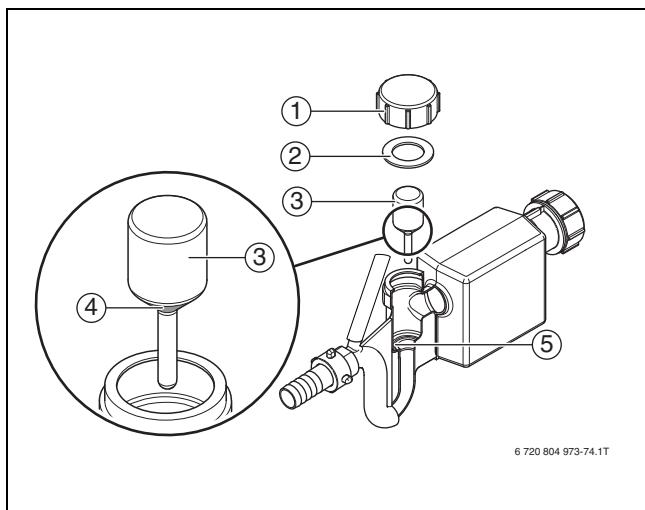
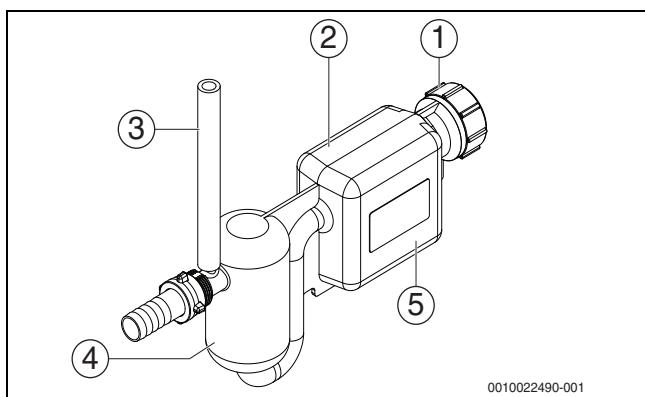
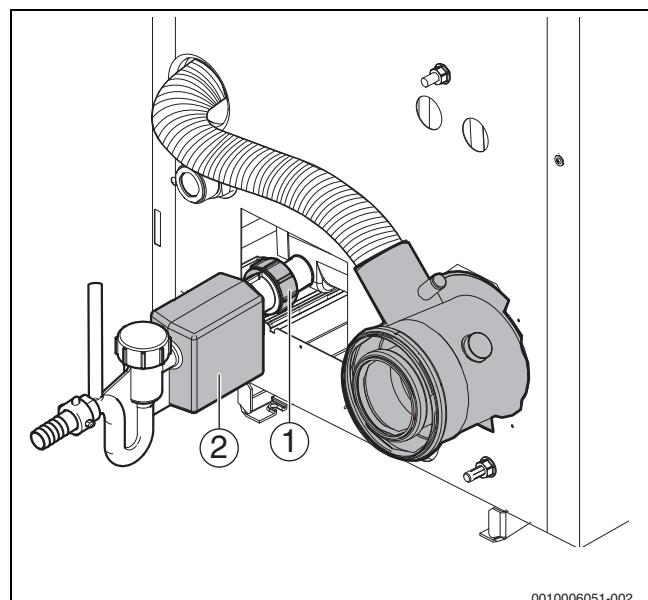

Bild 77 Siphon reinigen, Version 1
Bild 78 Siphon, Version 2
Bild 79 Kondensatwanne reinigen; dargestellt mit Siphon Version 1
Je nach Fertigungsstand können unterschiedliche Versionen des Siphons ausgeliefert oder montiert sein (→ Bild 77 und 78).
- ▶ Verschraubung am Anschlussstutzen der Kondensatwanne [1] lösen und Siphon [2] abnehmen (→ Bild 79).
- ▶ Siphon (→ Bild 77) an den Anschlussstutzen der Kondensatwanne (→ Bild 79) schrauben.
- Siphon (→ Bild 78; Ausgleichsvolumenbehälter [4] und Schmutzauffangbehälter [5]) mit Wasser befüllen.
- Siphon (→ Bild 78) an den Anschlussstutzen der Kondensatwanne (→ Bild 79) schrauben.
- Über den Entlüftungsschlauch (→ Bild 78, [3]) Wasser nachfüllen und dabei sicherstellen, dass der Siphon vollständig mit Wasser gefüllt ist.